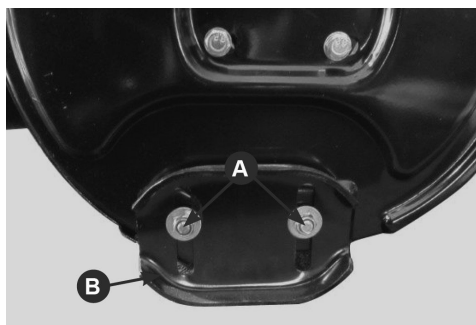

Рис.21 Регулировка высоты забора снега
2. Ослабьте гайки крепления полозков (А), Рис.21) и установите полозки (В) на необходимую высоту. Снова затяните гайки.